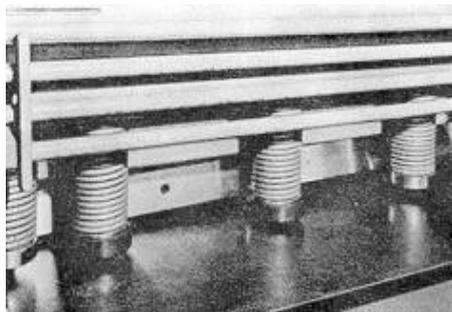

Fig. 3
- En la protección frontal de la zona de operación se tendrá en cuenta que esta protección, siempre que el recorrido de la misma posibilite la penetración de los dedos, se sitúe por delante de los pisones con el fin de eliminar el riesgo de atrapamiento entre pisones y mesa de trabajo (Fig. 3 y 4).